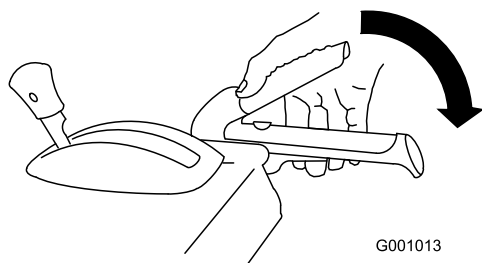

Figura 28
2. Engrane la palanca del sinfín/impulsor y sujétela en esa posición (Figura 28).